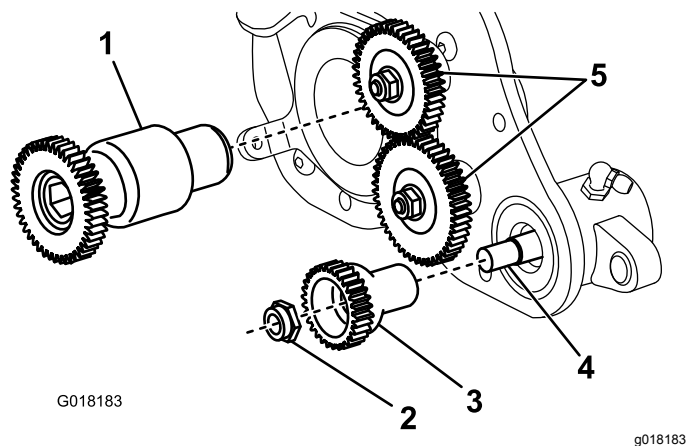

Рисунок 30
5. Снимите фланцевую контргайку, которая крепит ведомую шестерню на конце вала механической щетки (Рисунок 30). Снимите шестерню.
6. Снимите ведущую шестерню механической щетки с вала барабана (Рисунок 30).